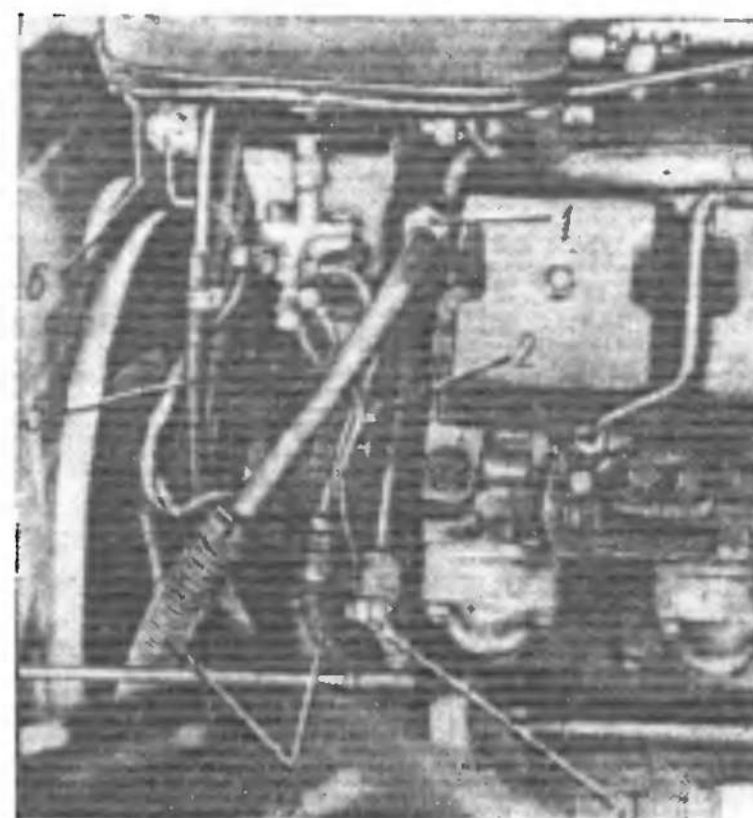

Рис. 2. Снятие маслопроводов гидроусилителя.
9. Отверните гайки 1 и 2 (рис. 2) и отсоедините маслопроводы 4 низкого и высокого давления гидроусилителя рулевого управления	Ключи 27×30 (2 шт.), 17×19 (2 шт.)